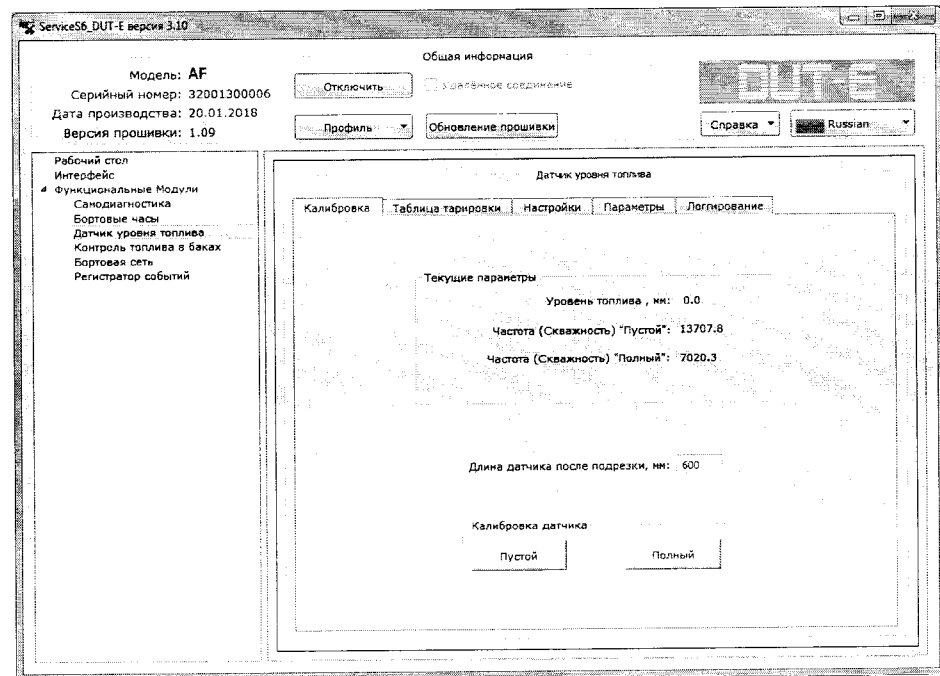

Рисунок 5 - Окно программы ServiceS6 DUT-E
- Нажать «Установить пустой» (Рисунок 5).